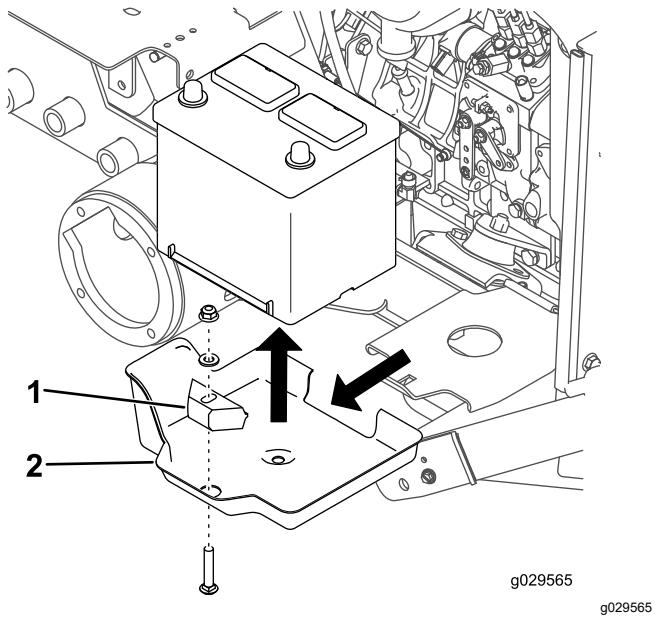

Bild 23
3. Entfernen Sie die Schlossschraube, die Scheibe, die Batteriebefestigungsplatte und die Mutter, mit denen die Batterie befestigt ist (Bild 23).
4. Nehmen Sie die Batterie aus dem Batteriekasten heraus (Bild 23).
5. Nehmen Sie den Batteriekasten aus dem Batterieplattform heraus (Bild 23).